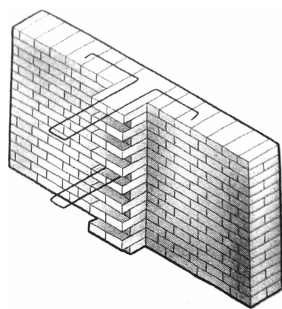
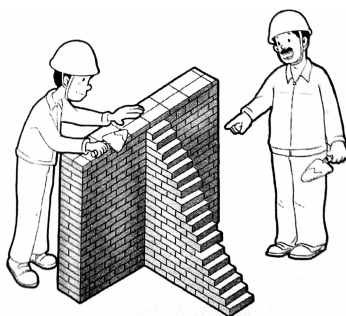
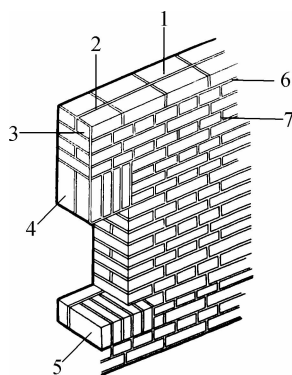

图 1-25 直槎
图 1-26 斜槎
图 1-27 咬槎
(2) 控制水平灰缝厚度:砌体灰缝一般规定为 8~12 mm,以 10 mm 为宜。
(3) 墙体之间要接槎连接。
(4) 墙体连接的接槎:墙体与墙体之间的连接要牢固,才能保证房屋墙体整体性。两道相接的墙体不能同时砌筑时,应在先砌的墙上留出槎,也叫做留槎。后砌的墙体,要镶入接槎内,也叫做咬槎(图 1-27)。留槎有直槎(图 1-25)与斜槎(图 1-26)。